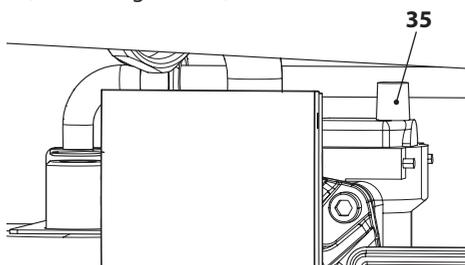
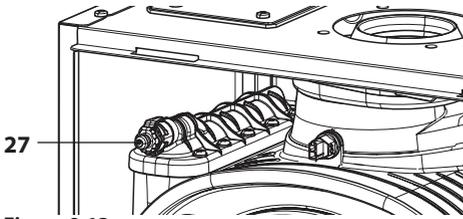

Figura 9.12
Figura 9.13
- Para facilitar el vaciado, levante el tapón 35 de la válvula de purga automática indicado en la Figura 9.12 y afloje el racor de purga del intercambiador primario de condensación (27 en la Figura 9.13).